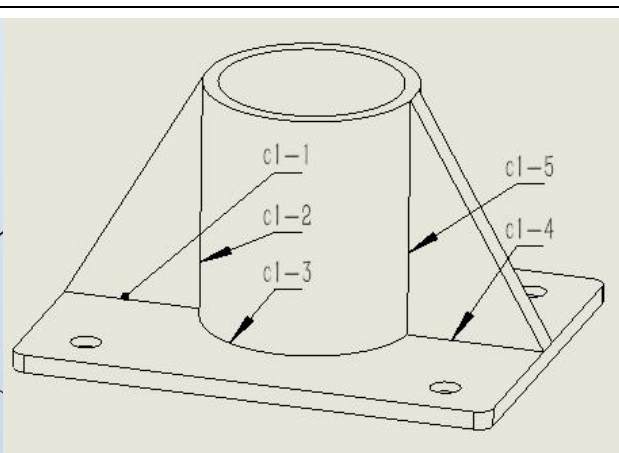

图 5 焊接路径参数要求
2. 对给定的钢板、圆管与指定焊接参数（图 5）完成工业机器人的编程与调试。